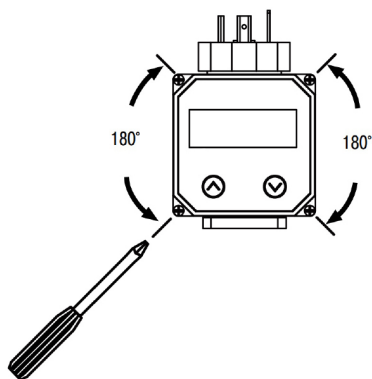

Рис. 5 – Вращение в вертикальной плоскости
- для вращения в вертикальной плоскости следует отвернуть винты крепления индикации и закрепить панель индикации под необходимым углом (см. рис. 5).